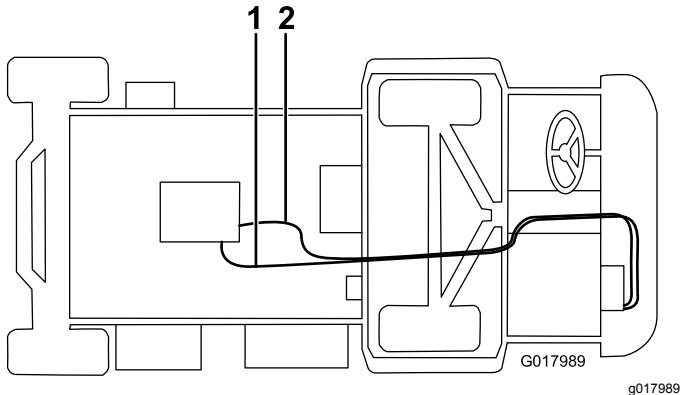

Bild 18
5. Schließen Sie den langen Schlauch mit einer Schlauchklemme am Heizungsventil an und verlegen Sie ihn unter der Maschine, über die Achse zum geraden Anschlussstück (Bild 18). Schneiden Sie überschüssigen Schlauch ab.
6. Schließen Sie den kurzen Schlauch mit einer Schlauchklemme am weißen Füll-T-Anschlussstück an, verlegen Sie ihn durch die R-Klemme zur Heizungshalterung, und schließen Sie dann das T-Anschlussstück mit einer Schlauchklemme am unteren Kühlerschlauch an (Bild 18). Schneiden Sie überschüssigen Schlauch ab.